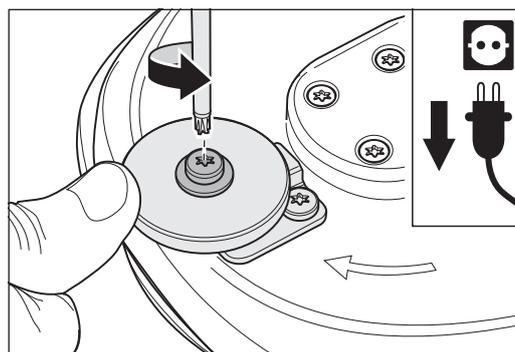

Fig. 51 Desenrosca el tornillo situado en medio del rodillo protector de la pared ...
- 2 Desenrosque el tornillo del medio del rodillo protector de la pared con ayuda de la llave múltiple (Fig. 51).